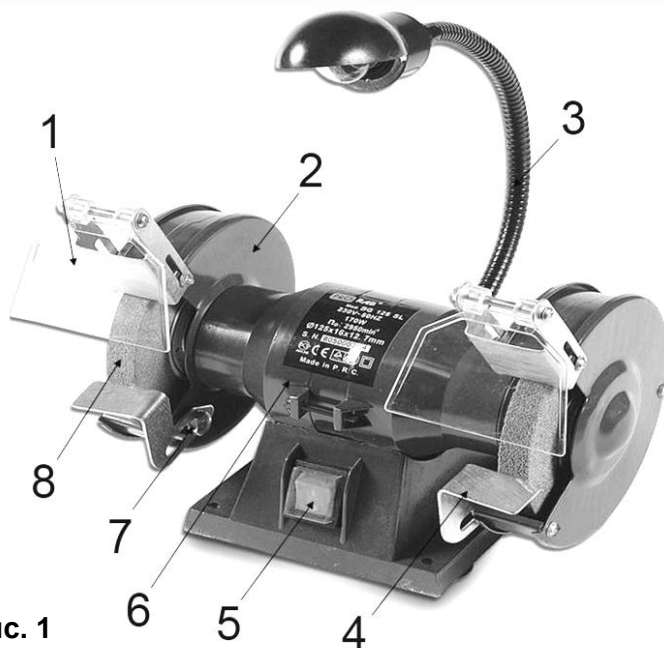

Рис. 1
- Установите защитные экраны (1)(См. Рис.1) и упоры, используя винты, идущие в комплекте.
- Прикрепите защитное стекло (1)(См. Рис.1) к держателю при помощи винта.
- Упор (4)(См. Рис.1) может регулироваться в соответствии с необходимым углом шлифования.
- Ослабьте фиксатор упора (7)(См. рис.1).
- Затяните фиксатор (7)(См. рис.1).
- Чтобы включить станок, переведите клавишу выключателя (5)(См. Рис.1) в позицию «ВКЛ» (ON / I).
- Чтобы выключить станок, переведите клавишу выключателя (5)(См. Рис.1) в позицию «ВЫКЛ» (OFF / 0).
- При включении станка включается локальная подсветка (3) рабочей зоны (только модели BG 125 SL / BG 150 SL).
- Работать разрешается только с опущенным защитным прозрачным экраном (1)(См. Рис.1) и в защитных очках.
- Подводите к шлифовальному кругу (8)(См. Рис.1) затачиваемый инструмент (деталь) плавно и осторожно, избегая ударов о круг.